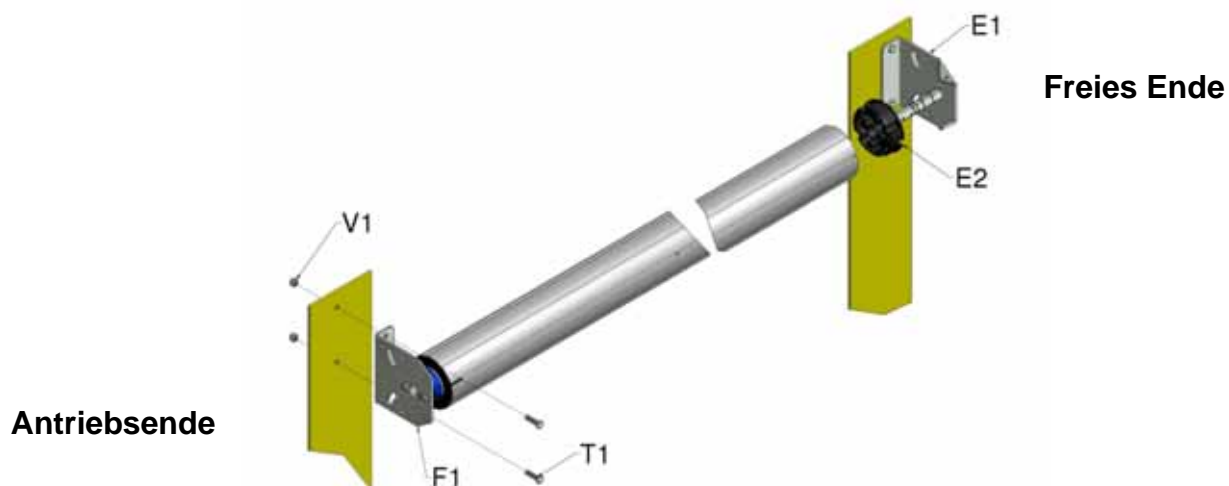

Abb. 7a – Montage und Befestigung von Toren bis zu 5,0m Breite am Gebäude
6.1. Für Tore von bis zu 5,0m Breite - Abb. 7a: